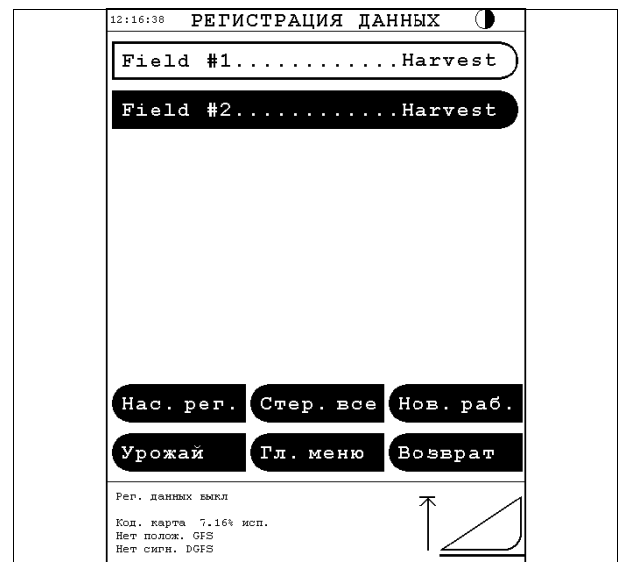

Рис. 2.
(рис. 2)
1. В системе настройки машины должна быть включена функция "Регистрация данных", см. рис. 2.